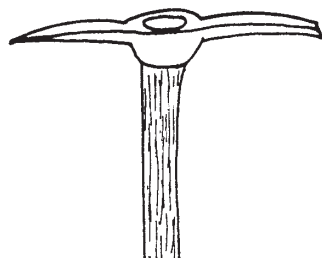

Figura 1. Pico.
**Pico.** Esta herramienta se utiliza en los primeros trabajos para remover y sacar las capas superficiales del terreno. Está formado por un cuerpo de acero, que en uno de sus extremos termina en punta y el otro en un filo plano; en el centro tiene una perforación, en la que se fija un mango de madera (figura 1).